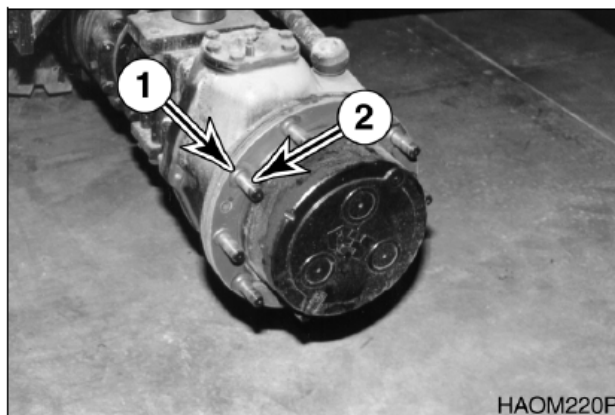

Рис. 113
7. Снять внутренние шайбы (1, рис. 113) со шпилек (2) и осмотреть на наличие признаков повреждения или износа.